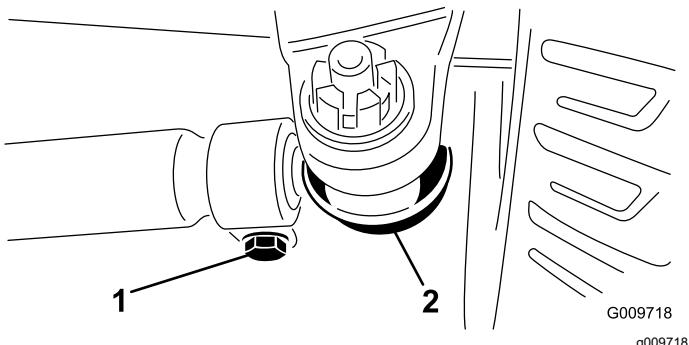

Bild 76
3. Entfernen Sie den Splint und die Mutter von einem der Spurstangen-Kugelgelenke (Bild 76). Entfernen Sie das Spurstangen-Kugelgelenk vom Achsständer.
4. Lockern Sie die Klemmen an beiden Enden der Spurstangen (Bild 76).